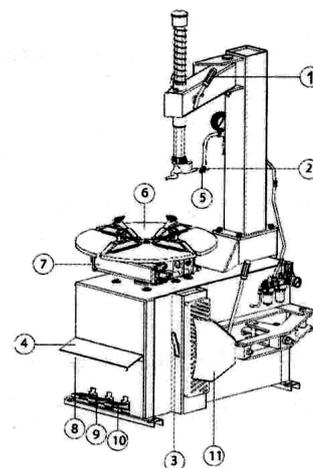
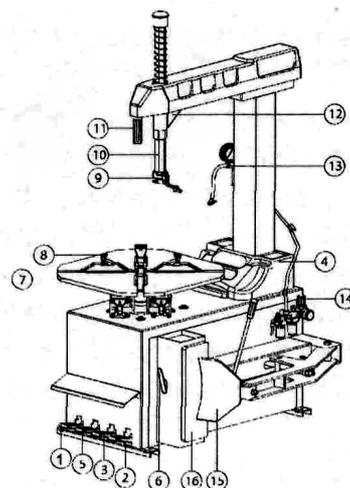
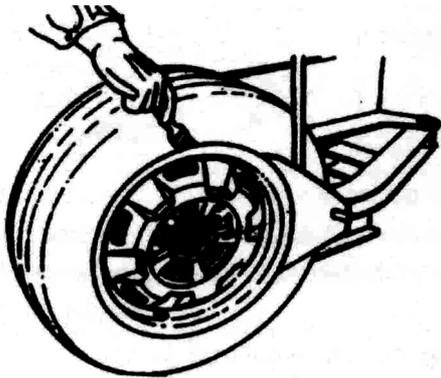

Рис. 2
Рис. 3
Рис. 11
### **2.2. Устройство полуавтоматического станка с двойной блокировкой (рис. 2)**
### 2.3. Устройство автоматического станка (рис. 3)
1. Поместите шину между лопаткой устройства отрыва борта и резиновым упором, вставьте лопатку между бортом покрышки и ободом, нажмите на педаль (10) (на рис.2 - 10, на рис.3 - 3), чтобы оторвать борт от обода колеса (Рис.11).
4. Подцепите борт шины на монтажную головку с помощью монтажной лопатки и нажмите педаль 8 (на рис.2 - 8, на рис.3 - 2), чтобы привести стол во вращение по часовой стрелке. Дождитесь полного отделения борта (рис.13). Рекомендуется помещать монтажную головку примерно в 10мм справа от воздушного клапана камеры (если таковая имеется), чтобы не повредить камеру.
**-> Если головка застряла, сразу остановите станок и поднимите педаль 8 (на рис.2 - 8, на рис.3 - 2), чтобы повернуть стол против часовой стрелки и освободить головку.**